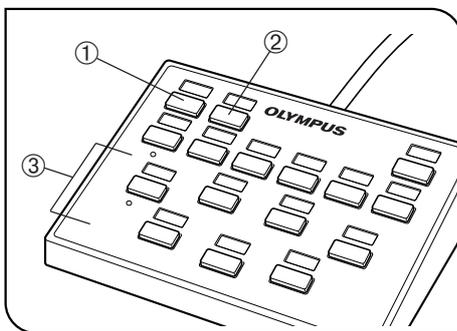
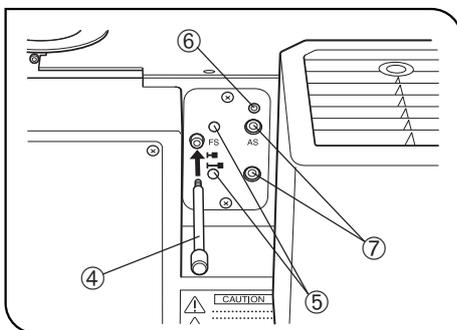

Abb. 4
Abb. 5
1 Auswählen des Strahlengangs für die Mikroskopie (Abb. 4)
2 Zentrieren der Leuchtblende (Abb. 4 & 5)
3 Zentrieren der Aperturblende (Abb. 4 bis 6)
★ Die Aperturblende ist am Auflichtkondensator mit einer Sicherungsschraube ⑥ (Abb. 5) gesichert. Vor dem Zentrieren die Schraube zum Entsichern mit dem Sechskant-Schraubendreher (3 mm), der mit dem Auflichtkondensator geliefert wurde, entriegeln. Nach dem Zentriervorgang die Blende wieder sichern, um Funktionsstörungen zu verhindern.
1. Die Taste BF (Hellfeld) ① am Handschalter drücken, um den Strahlengang für Auflichtbeleuchtung auszuwählen.
2. Die Objektivwahl taste ③ (Abb. 4) des Handschalters drücken, um das 10X-Objektiv in den Strahlengang einzuschwenken, das Objekt auf den Kreuztisch auflegen und scharfstellen.
3. Ein Okular entfernen, in den Okularstutzen blicken und die Aperturblendentaste ⑧ des Handschalters drücken, um die Aperturblende auf eine Öffnungsweite von etwa 70% einzustellen.
4. Wenn die Mitte der Aperturblende verschoben ist, zum Zentrieren der Blende den Sechskant-Schraubendreher in die Zentrierschrauben der Aperturblende ⑦ (Abb. 5) einführen und die Schrauben justieren.